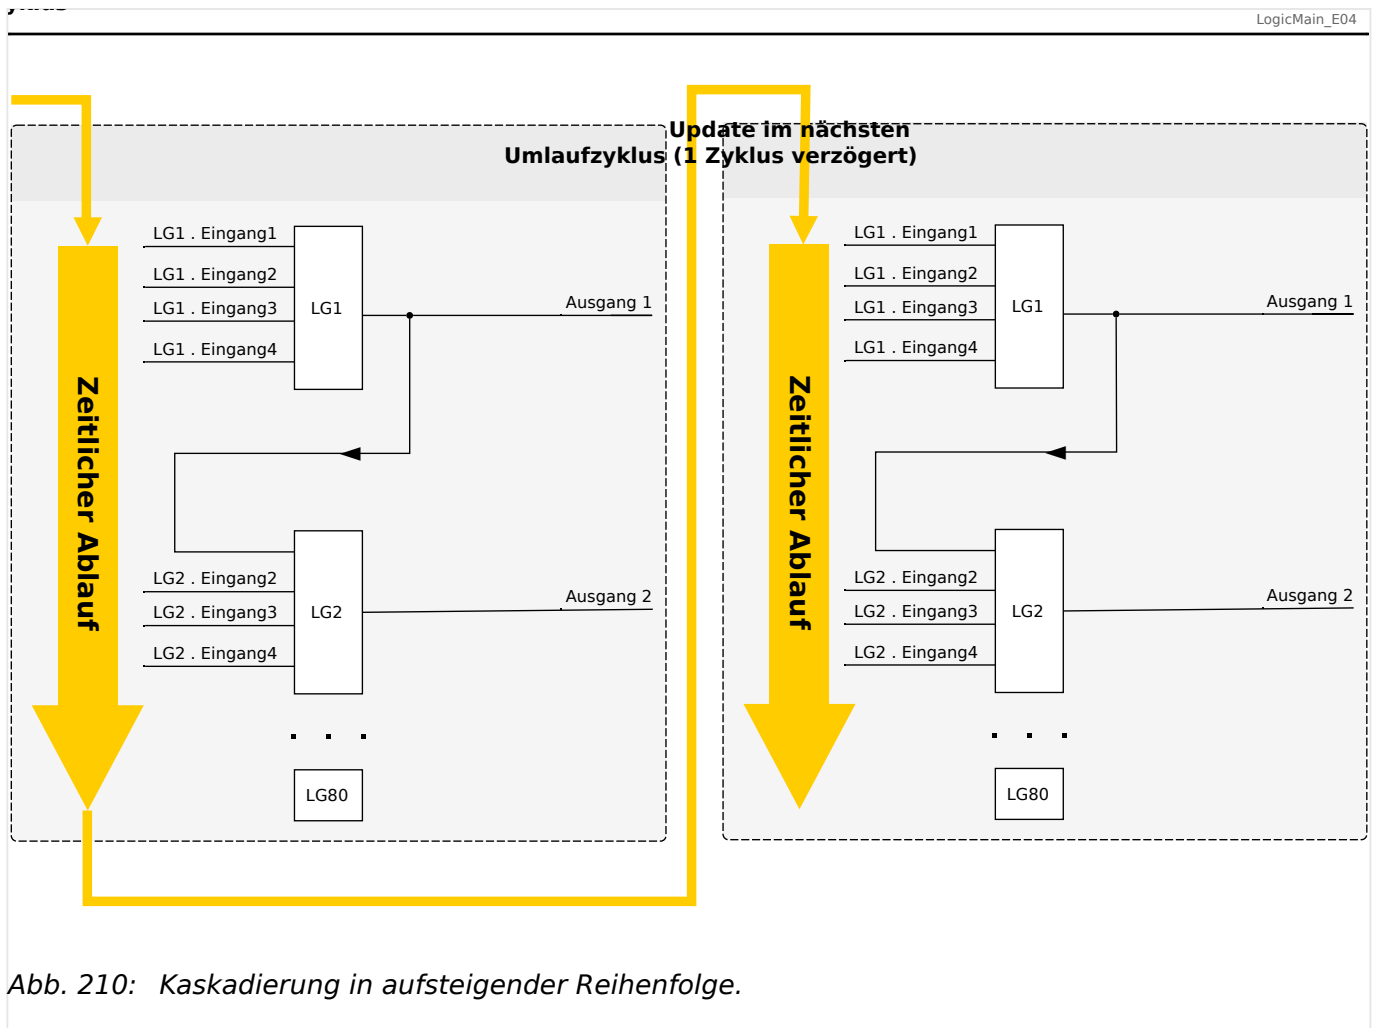
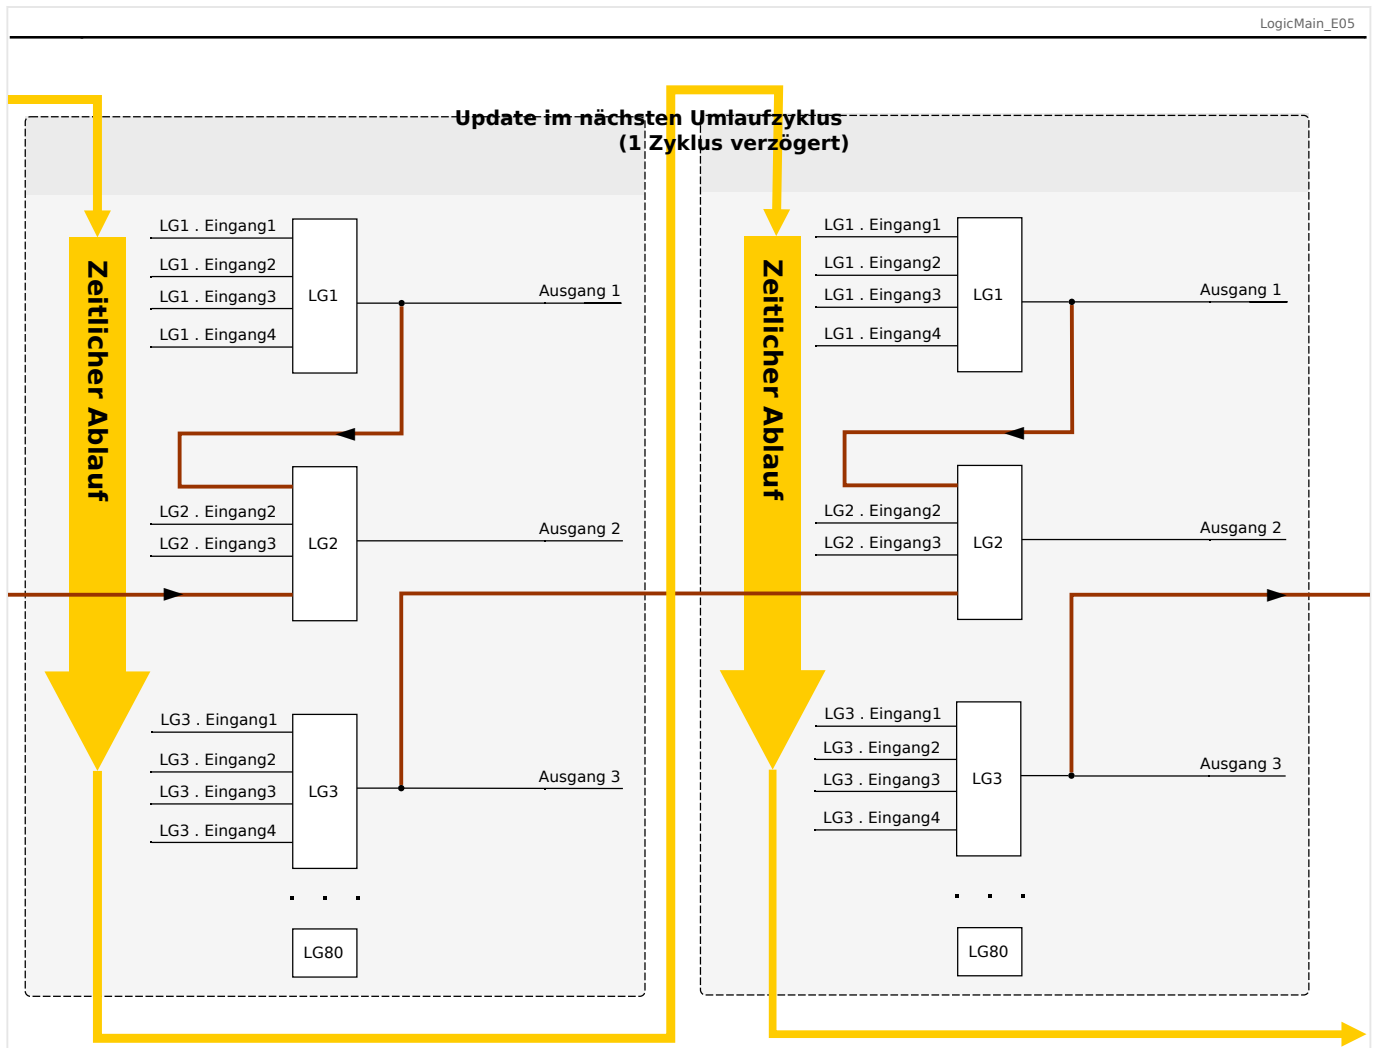

Abb. 210: Kaskadierung in aufsteigender Reihenfolge.
Abb. 211: Kaskadierung in absteigender Reihenfolge.
- Kaskadierung in **aufsteigender** Reihenfolge bedeutet, dass der Ausgang einer Logikgleichung auf den Eingang einer Logikgleichung mit **höherer** Nummer rangiert wird. Das Diagramm →Abb. 210 weiter unten zeigt ein Beispiel, bei dem der Ausgang von LG1 auf einen Eingang von LG2 rangiert wird.
- Kaskadierung in **absteigender** Reihenfolge bedeutet, dass der Ausgang einer Logikgleichung auf den Eingang einer Logikgleichung mit **niedrigerer** Nummer rangiert wird. Das Diagramm →Abb. 211 zeigt ein Beispiel, bei dem der Ausgang von LG3 auf einen Eingang von LG2 rangiert wird.
Bei der Konfiguration des Schutzgerätes bestehen keinerlei Einschränkungen oder Unterschiede zwischen aufsteigender und absteigender Reihenfolge. Da allerdings während der Laufzeit des MCDGV4 die Logikgleichungen in aufsteigender Reihenfolge ausgewertet werden, haben die resultierenden Ausgangswerte, die am Eingang der Logikgleichung anstehen, ein unterschiedliches „Alter“, wie in →Abb. 210 und →Abb. 211 veranschaulicht wird.
Das in Abb. 211 gezeigte Beispiel zeigt eine Konfiguration von „Logikgleichung 2“, die den Ausgang von zwei weiteren Logikgleichungen, „Logikgleichung 1“ und „Logikgleichung 3“, als Eingangszustände verwendet. Hierbei ist der Ausgang von „Logikgleichung 1“ in aufsteigender Reihenfolge verwendet, sodass der Wert in jeweils demselben Prozesszyklus ermittelt wird. Der Ausgang von „Logikgleichung 3“ wird in absteigender Reihenfolge verwendet, sodass der Wert in dem jeweils vorherigen Prozesszyklus ermittelt wurde.